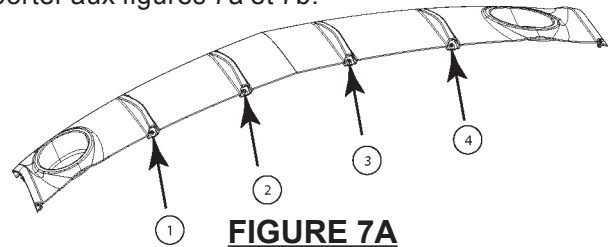

FIGURE 7A
11. Retirer les 6 écrous en U à l'aide du tournevis fendu, en conserver 4 sur les 6. Mettre le diffuseur au rebut. Se reporter aux figures 7a et 7b.